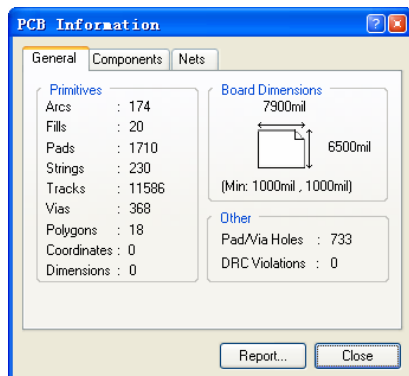

图 9.12 “PCB Information”对话框
(1) 启动 Altium Designer，打开需要生成钻孔文件的 PCB 项目文档，打开对应的 PCB 图文件。
(2) 在主菜单中选择“Reports”->“Board Information ...”命令，打开如图 9.12 所示的“PCB Information”对话框。
(3) 单击“General”选项卡标签，显示如图 9.12 所示的“General”选项卡，该选项卡主要显示电路板的常规信息，包括电路板的大小、导线数、焊盘和焊孔数等。